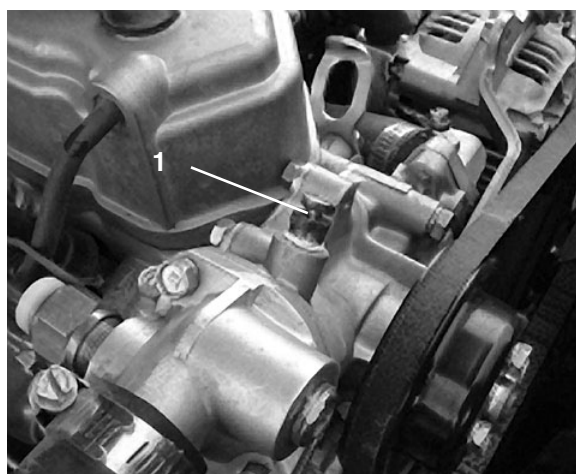

Figure 46
6. Ouvrez la vis de purge en haut de la pompe à eau (Fig. 46).